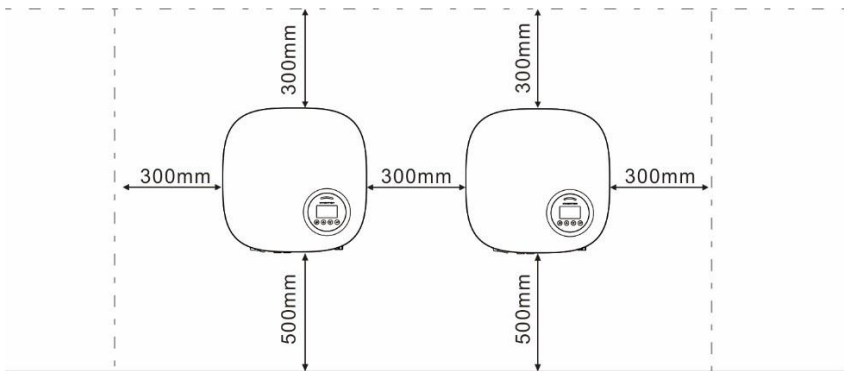

Figure 4.2 Dégagement pour le montage de l'onduleur
1. Conformément à la figure 4.2, sélectionnez la hauteur de montage du support et marquez les trous de montage. Pour les murs en briques, la position des trous doit être adaptée aux boulons d'expansion.